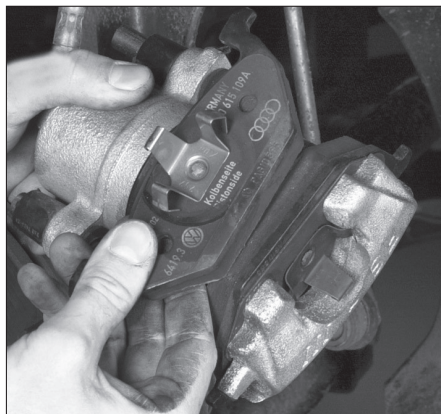

FIG. 3
- Déposer les plaquettes maintenues par des ressorts rivés sur celles-ci (Fig.3).